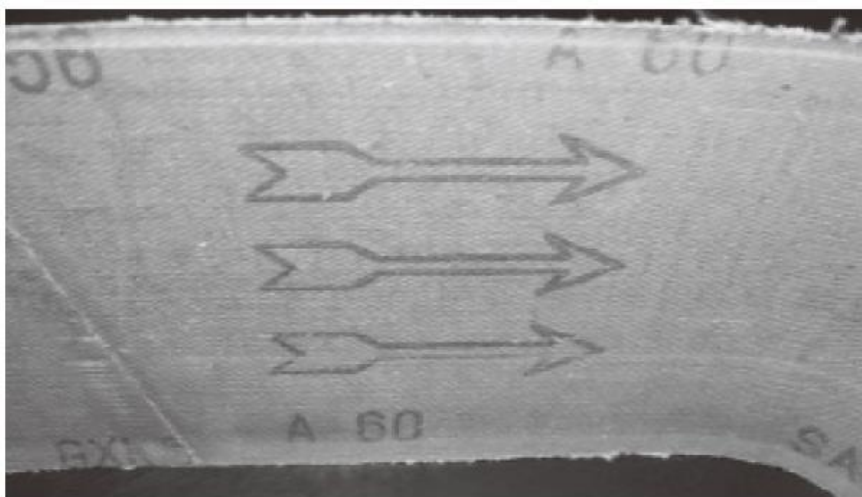

Рис.9
2. Поместите шлифовальную ленту поверх барабанов так, чтобы стрелка указывала нужное направление. (См. рис. 9) Убедитесь, что лента расположена по центру обоих барабанов.